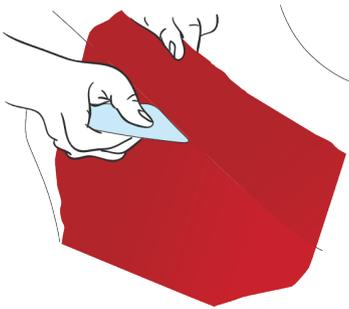

Abbildung 28
- › Die Folie ist an den Rändern der Fläche mit dem Finger anzudrücken. Lösen Sie die Folie von der angrenzenden Fläche ab und schieben Sie diese mit der Rakel in die Vertiefung, um den Rand der Dichtung deutlich erkennbar zu machen. (Abb. 28)